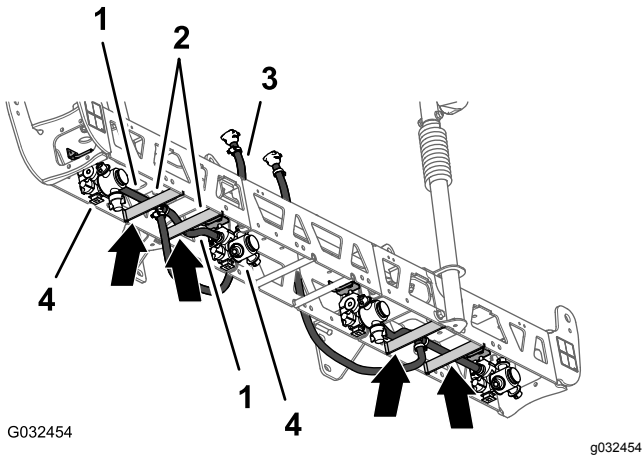
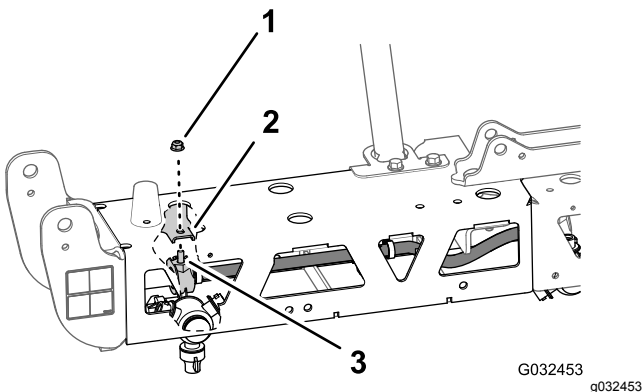

Bild 59
Bild 60
1. Verlegen Sie den Schlauch (13 mm) und die Düse zwischen die Trägerstreben des äußeren Trägers (**Bild 59**).
2. Verlegen Sie den Schlauch und die Düse über der Trägerstrebe und an der Außenseite der äußeren Düsenbefestigung (**Bild 59**).
3. Fluchten Sie die Sechskantschraube (5/16" x 3/4") der Sprühdüse durch das Loch in der Düsenbefestigung aus und befestigen Sie die Düse mit einer Sicherungsbundmutter (5/16") vom Finishingkit für das GeoLink-Sprühsystem lose an der Befestigung (**Bild 60**).
4. Verlegen Sie den anderen Schlauch (13 mm) und die Düse zwischen den Trägerstreben des äußeren Trägers (**Bild 59**).
5. Verlegen Sie den Schlauch und die Düse über der Trägerstrebe und an der Innenseite der inneren Düsenbefestigung (**Bild 59**).
6. Fluchten Sie die Sechskantschraube (5/16" x 3/4") der Sprühdüse durch das Loch in der Düsenbefestigung (**Bild 60**) aus und befestigen Sie die Düse mit einer Sicherungsbundmutter (5/16"), die Sie in den Schritten 1 und 4 in **Entfernen der Sprühdüsen** (Seite 27) entfernt haben, lose an der Befestigung.
8. Verlegen Sie den Schlauch und den Schlauchanschlussverbinder (13 mm x 810 mm) an der Seite des mittleren Auslegerabschnitts mit der linken und rechten Stützhalterung (**Bild 59**).
9. Wiederholen Sie die Schritte 1 bis 8 für den anderen Schlauch und die andere Düse am anderen äußeren Träger (**Bild 59** und **Bild 60**).